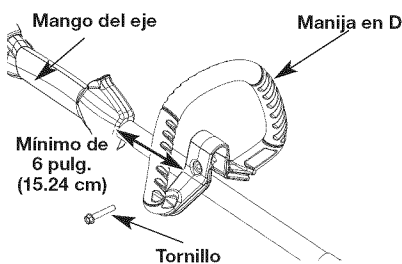

Fig. 1
1. Afloje los tornillos en la manija en D (Fig. 1).